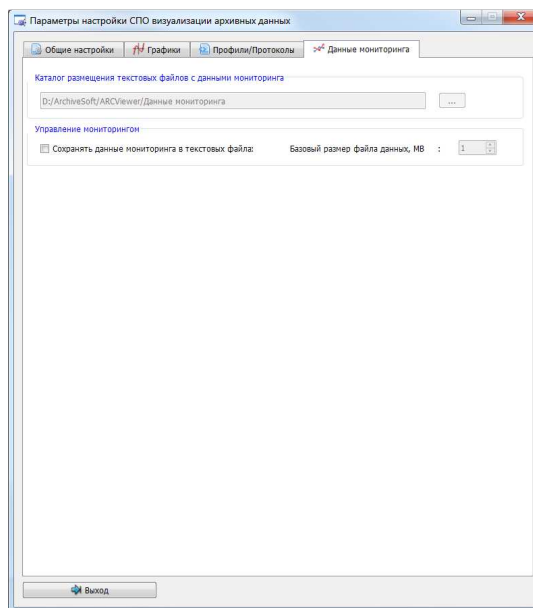

Рис. 3.23.43 – Окно «Параметры настройки СПО визуализации архивных данных», вкладка «Данные мониторинга»
- «Данные мониторинга» – устанавливаются опции для формирования текстовых файлов в процессе мониторинга (рис. 3.23.43).